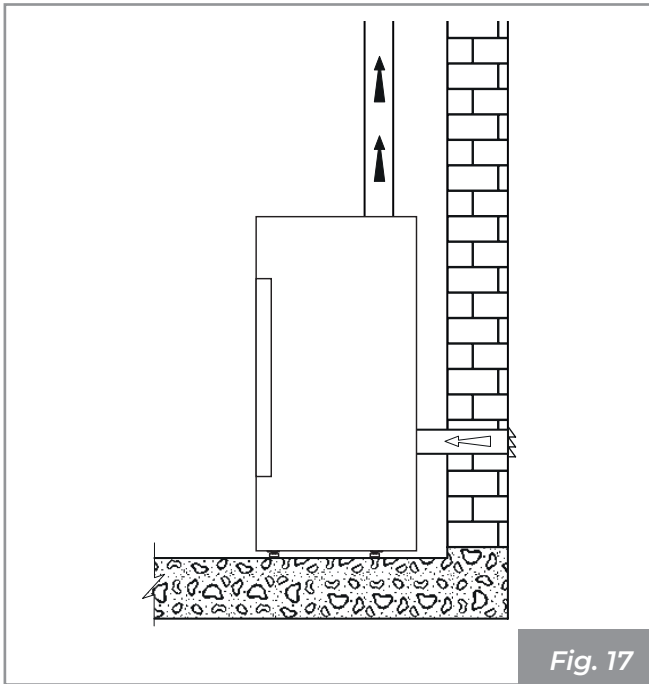

Fig. 17
- collegare l'ingresso dell'aria comburente dell'apparecchio alla presa d'aria con un apposito condotto (**Fig. 16 - Fig. 17**).